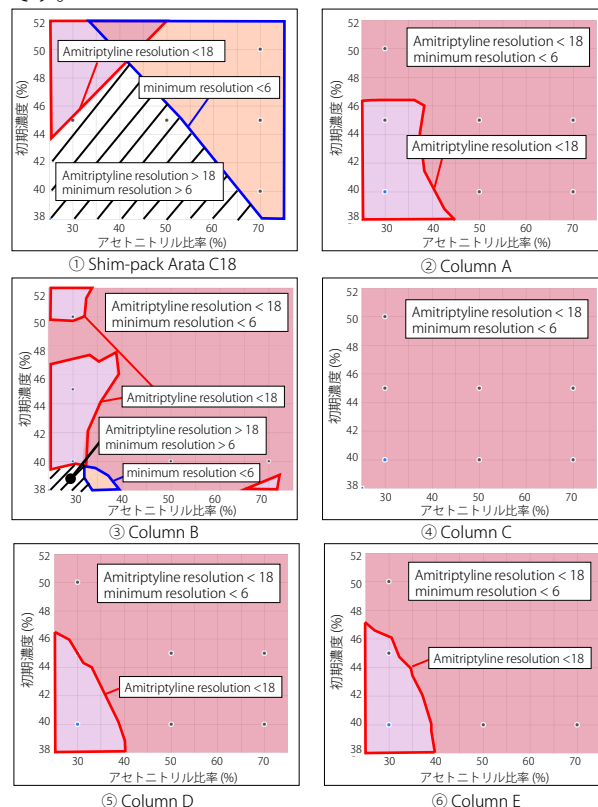

図4 最小分離度6未満及びAmitriptylineの分離度18未満の領域の
LabSolutions MDIはデザインスペースの重ね書きにより最適な分析条件の探索を効率化します。一例として、各カラムに対して最小分離度が6以上かつ、Amitriptylineと最も近接するピークとの分離度が18以上をクライテリアとし、これを満たす条件領域を図4に示しました。①のShim-pack Arata C18において、図中の青線内の領域は最小分離度が6未満の領域、赤線内はAmitriptylineの分離度が18未満の領域を表しており、これら以外の領域（黒線ハッチング）がクライテリアを満たす条件領域となります。6銘柄のカラムの中でもユニークな分離選択性を有するShim-pack Arata C18が、上述のクライテリアを満たす領域が最も大きいことが分かりました。このように、デザインスペースの重ね書きにより、複数ピークに対して任意に設定した分離度のクライテリアを満たす条件領域を簡単かつ迅速に探索可能です。